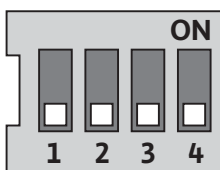

Fig. 29: Conmutador DIP
Los conmutadores DIP (Fig. 9, pos. 6/Fig. 29) se encuentran debajo de la cubierta de la carcasa.